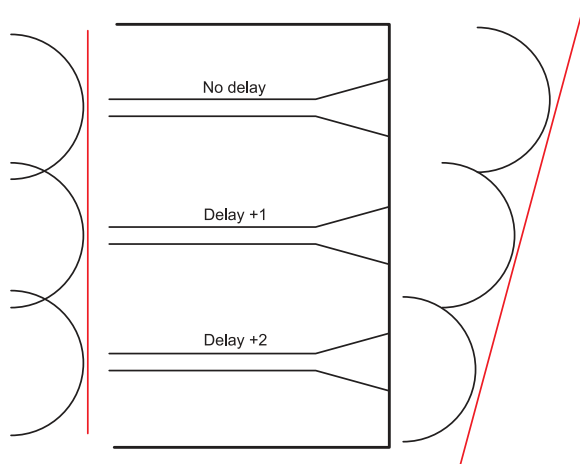

図 2. OPA です。
- **光学式フェーズ アレイ (OPA)**。OPA の原理は、フェーズドアレイレーダーに似ています。OPA システムを使用する場合、単一の光学式位相変調器が、レンズを通過する光の速度を制御します。光の速度の制御を通じて、図 2 に示すように、波面 (ウェーブフロント、時刻方向の光の等高線) を制御することができます。上部ビームは遅延していませんが、中下部ビームは量を大きくして遅延します。この現象は実質的に、レーザービームを「操作」し、複数の方向に向けることになります。同様の方法で、センサへ向かう反射された散乱光を操作することもでき、その結果、機械式可動部品が不要になります。